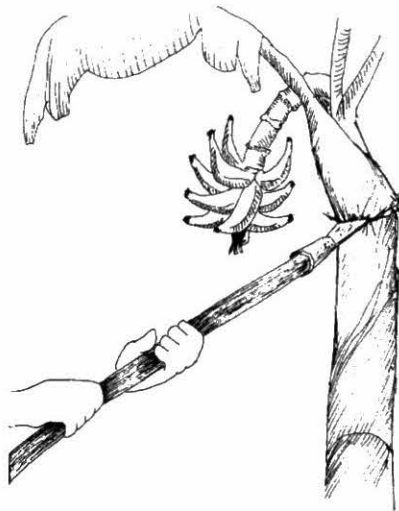

Figura 30. Trabajador chuzando la planta
4. Ubíquese detrás de la planta y usando el puyón (el chuzo o palín), chuce la planta (en el seudotallo) para doblarla y cortar el racimo. (Véase figura 30)